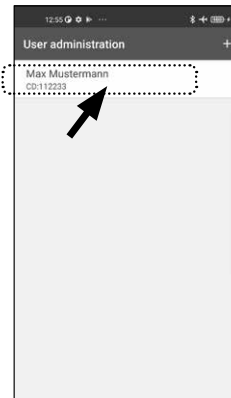

Abb. 85
- 4 Tippen Sie in der Liste mit angelegten Benutzern den Benutzer an, für den Sie den Benutzercode ändern wollen (Abb. 85).